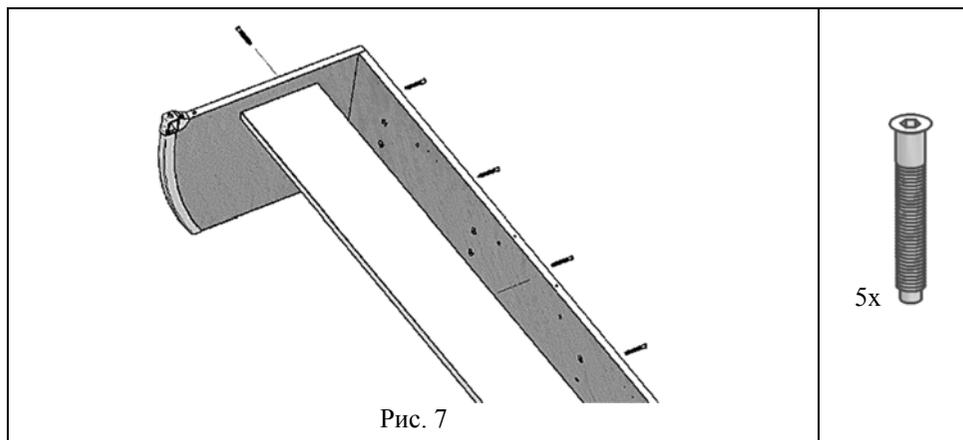

Рис. 7
5.1.4 К сборке по п. 5.1.3 прикрутить с помощью винтов конфирмат (поз. 1, пакет № 29а) полку (поз. 4), см. рис. 7 и 7а:
- наживить 4 винта конфирмат, соединяющих стенку заднюю с полкой (рис.7а),
Рис. 7а